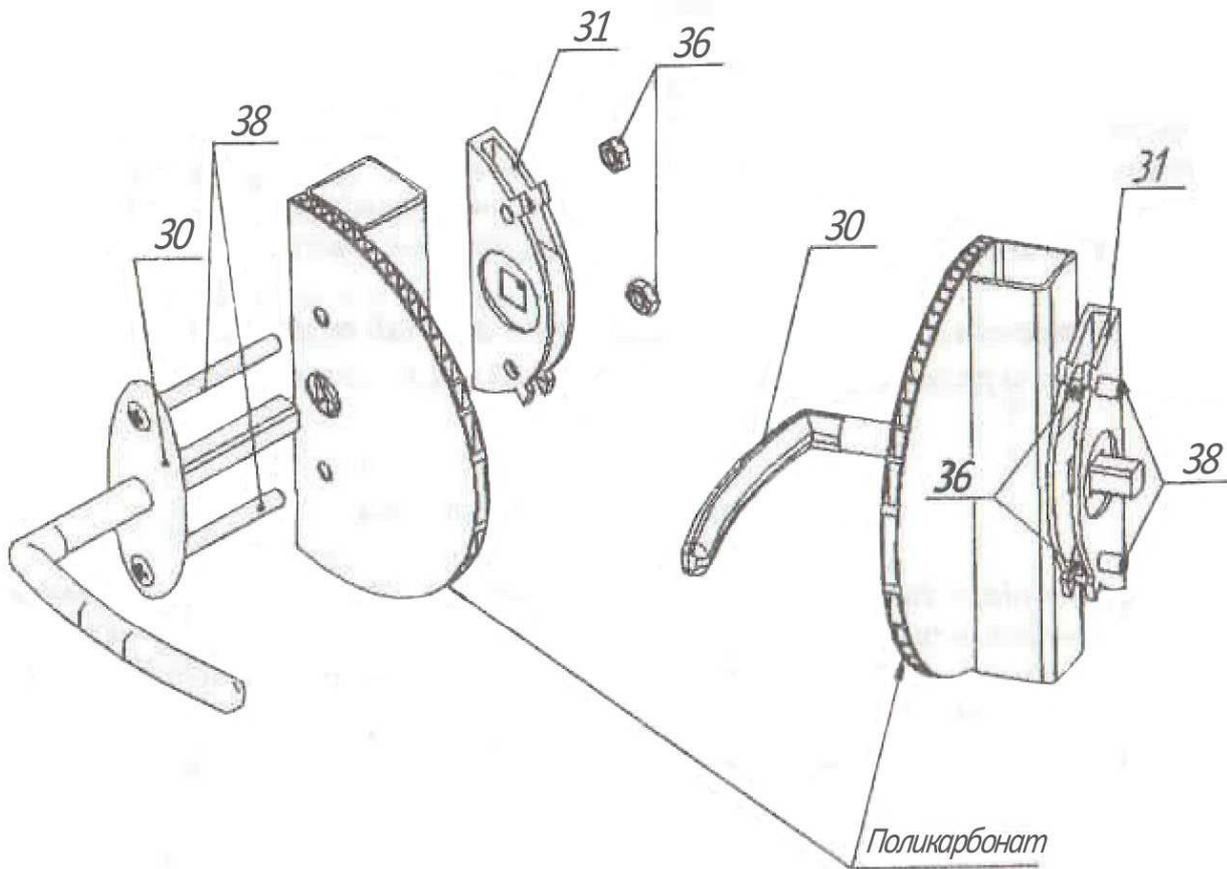
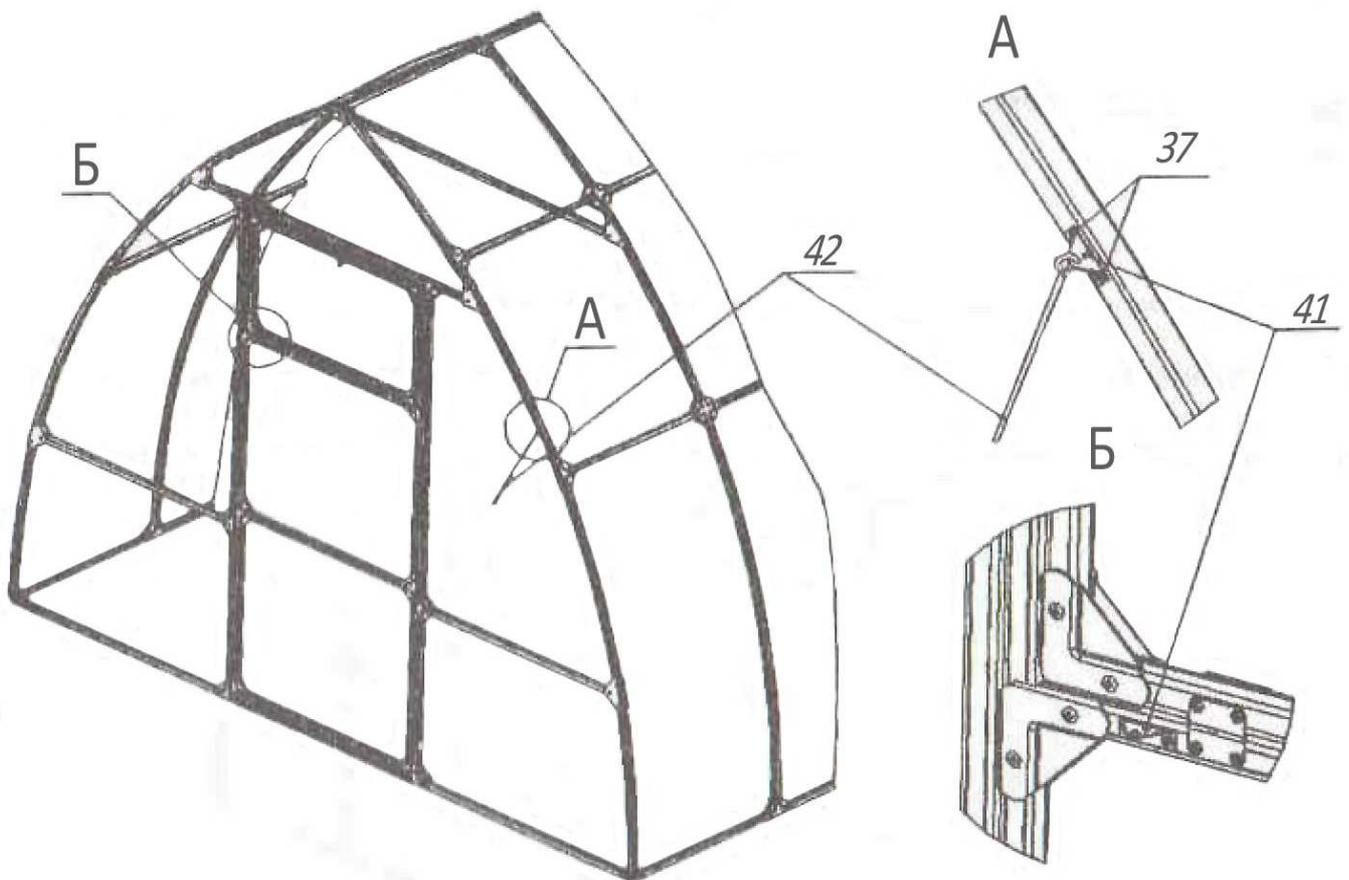

Рис. 9
Рис. 10
6.9 Установка ручек с задвижками на двери и форточки (рис. 9) и крючков для фиксации двери в открытом состоянии (рис. 10) производится после крепления поликарбоната.